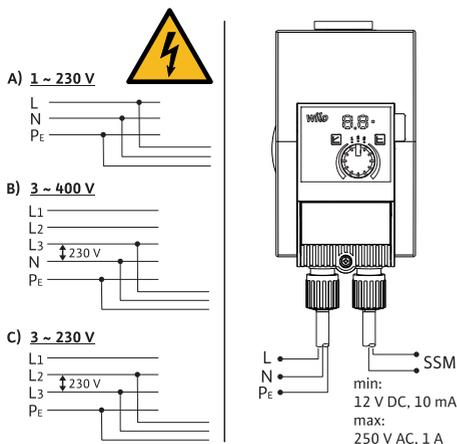

Fig. 3: Възможности за свързване
- Свързвайте към мрежи за ниско напрежение 230 V. При свързване към IT мрежи (вид на мрежата Isolet Terre) непременно се уверете, че напрежението между фазите (L1-L2, L2-L3, L3-L1 → Fig. 3) не надвишава 230 V.